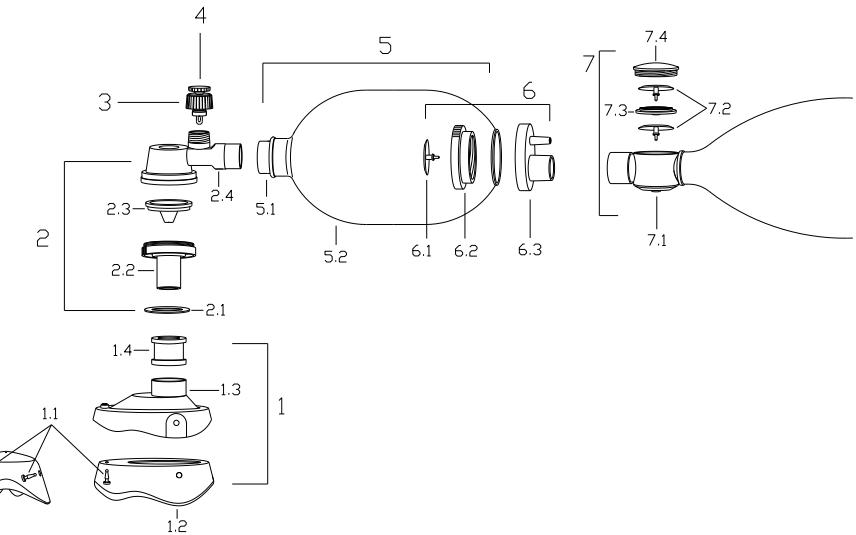

Рис. 2
- г) После проведенного обеззараживания произведите сборку клапана пациента, выпускного клапана и клапана резервного мешка в обратном порядке (см. рис. 2). Вставьте клапан пациента и выпускной клапан в дыхательный мешок, к патрубку клапана пациента присоедините лицевую маску подходящего размера.
а) Отсоедините клапан пациента от лицевой маски и дыхательного мешка. Маску (двухкомпонентную) разберите на 3 части (см. рис. 2), из лицевой части удалите держатели (держатели удаляются в случае, если детали маски в дальнейшем подвергают автоклавированию или газовой стерилизации). Клапан пациента разберите на 4 части. Отверните от тела клапана пациента (по направлению против часовой стрелки) предохранительный клапан вместе с крышкой-колесиком, но не разбирайте его на части. Отсоедините впускной клапан от дыхательного мешка, разберите его на 3 части. Отделите от клапана резервного мешка его крышку, выньте держатель и мембранны.